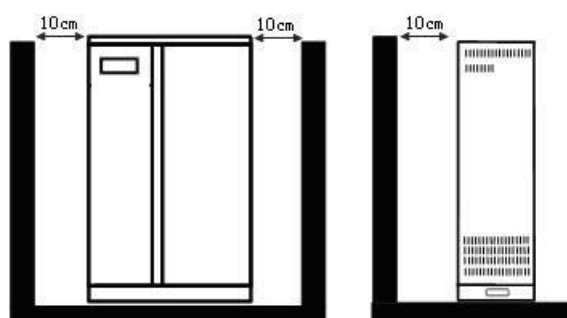

Рисунок 3-2
2. Оставьте минимальное расстояние 10 см сзади и с двух сторон ИБП для вентиляции (Рис.3-2)